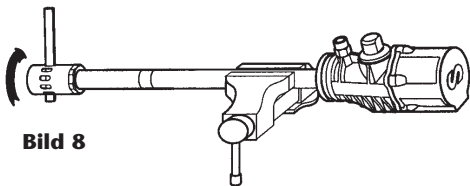

Bild 8
- Filterkopf vom Filterrohr abschrauben. (Bild 8).